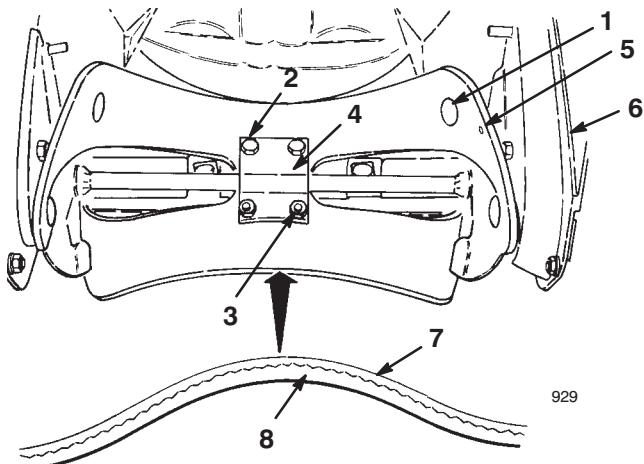

Figure 11
4. Enlevez les quatre vis Torx, les deux boulons et les six contre-écrous qui fixent l'une des pales à l'ensemble arbre de turbine (Fig. 11).
5. Déposez la pale usagée en la faisant coulisser entre les supports (Fig. 11).
6. Examinez le bord de la pale neuve pour détecter la différence d'épaisseur (Fig. 11).
Remarque : Montez les pales en dirigeant la couche épaisse vers *l'intérieur* de la courbe. (Fig. 11). Si elles ne sont pas montées correctement, les pales sont déséquilibrées, ce qui fait "sauter" ou "rebondir" la déneigeuse.
9. Placez la tête des vis sur le côté épais de la pale (Fig. 11).
10. Courbez la pale et fixez-la avec les quatre vis Torx et contre-écrous restants, en plaçant la tête des vis sur le côté épais de la pale (Fig. 11).